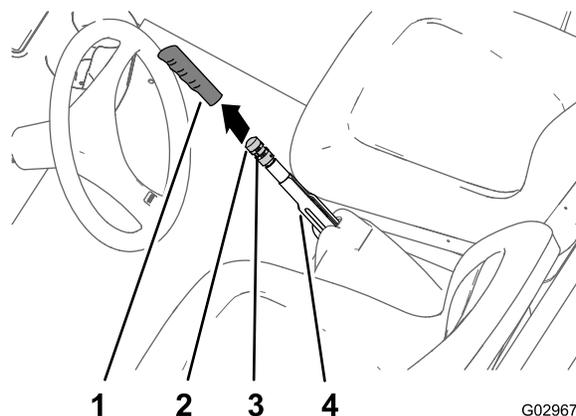

Figura 66
1. Rimuovete l'impugnatura dalla leva del freno di stazionamento (Figura 66).
2. Allentate la vite a pressione che fissa la manopola di regolazione del freno alla leva del freno di stazionamento (Figura 66).
3. Ruotate la manopola di regolazione del freno fino a raggiungere una forza pari a 133–156 N per inserire la leva del freno di stazionamento (Figura 66).
4. Serrate la vite a pressione e montate l'impugnatura (Figura 66).
2. Allentate la vite di fermo (Figura 66) che fissa la manopola di regolazione del freno alla leva del freno di stazionamento, disinserite il freno di stazionamento e allentate la manopola di regolazione del freno.
5. Ruotate la manopola di regolazione del freno (Figura 66) fino a quando non è necessaria una forza pari a 133–156 N per inserire la leva del freno di stazionamento.
- C. Ruotate la manopola di regolazione del freno (Figura 66) fino a quando non è necessaria una forza pari a 133–156 N per inserire la leva del freno di stazionamento.
- Serrate la vite a pressione e montate l'impugnatura (Figura 66).